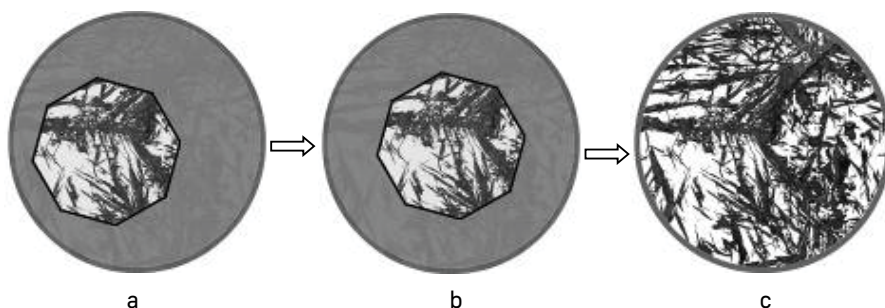

Рис. 11. Настройка освещения по Кёлеру
2. Раскройте апертурную диафрагму 1 и закройте полевую диафрагму 2. В поле зрения будет видно светлое пятно с изображением краев диафрагмы, как показано на рис. 11.
3. Если светлое пятно отклоняется от центра поля зрения, как показано на рис. 11а, отрегулируйте центрирующий винт 3 с помощью двух ключей-шестигранников, чтобы центр полевой диафрагмы совпал с центром поля зрения, как показано на рис. 11б.
4. Откройте полевую диафрагму, чтобы изображение наблюдаемого образца заполнило поле зрения, как показано на рис. 11с.